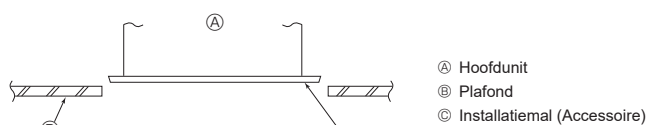

Fig. 4-7
4.6. De exacte positie van het apparaat vaststellen en de ophangbouten vastzetten (Fig. 4-7)